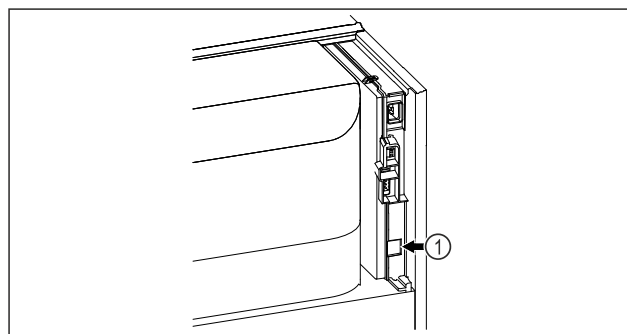

Fig. 90
- ❑ Le SmartModule Fig. 90 (1) est installé.